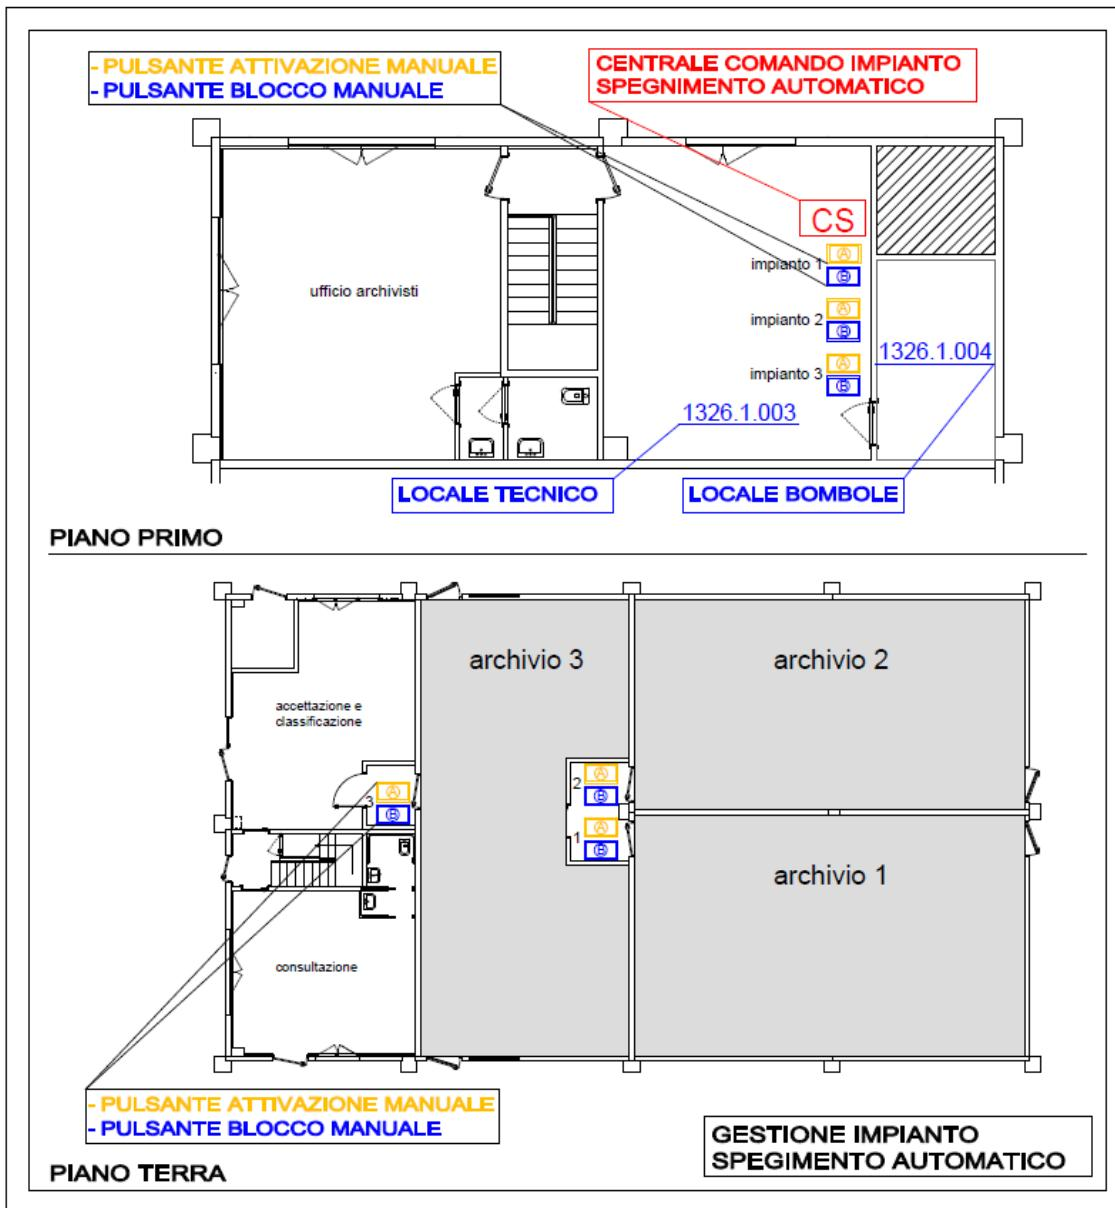

Figura 2 - *Impianto di spegnimento automatico*
L'impianto è costituito da due centraline di comando ubicate nel locale tecnico al piano primo (locale 1926.1.003, vedi p.to 3.4 – Figura 2); una centralina è a servizio dell'archivio 1 l'altra centralina è a servizio degli archivi 2 e 3.
Le bombole contenente il gas estinguente (IG55 – Azoto + Argon) sono stoccate all'interno del locale bombole al piano primo (locale 1326.1.004, vedi p.to 3.4 – Figura 2)
- Effettua la chiamata al **numero unico per le emergenze (112)**;
- Se necessario fornisce indicazione di procedere alla disattivazione degli impianti tecnologici e di servizio mettendo in sicurezza l'edificio (es. toglie corrente, ecc. – vedi p.to 3.4 – Figura 2);